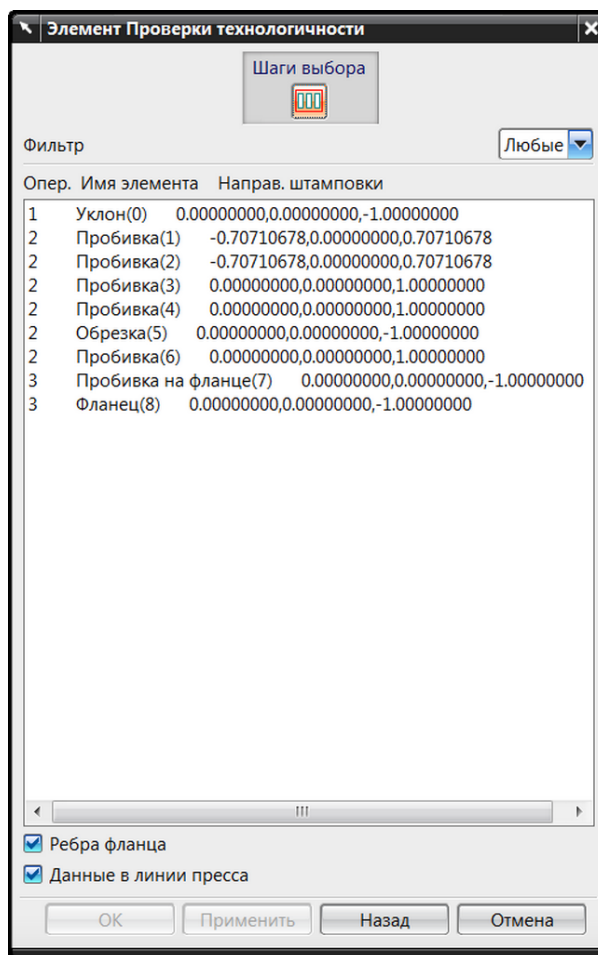

Рис. 4.33. Окно Элемент Проверки технологичности
9. Кнопка **Анализ всех элементов проверки технологичности** для установки проверки различных элементов пользователем вручную в окне **Элемент проверки технологичности** (рис. 4.33), если не поставлена галочка, и автоматически для всех элементов назначаются проверки, когда галочка занесена в окошко **Анализ всех элементов проверки технологичности**.